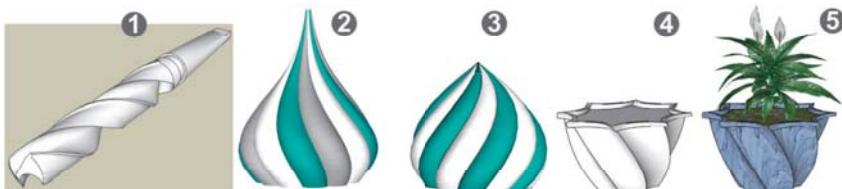

图 1.4.10 扭曲成形
扭曲也是 SketchUp 中一种常用的造型方法，通常用 SketchUp 的旋转工具或相关插件来配合完成。图 1.4.10 ①所示为用扭曲方法创建的麻花钻，图 1.4.10 ②和③所示为用扭曲方法创建的教堂尖顶，图 1.4.10 ④和⑤所示为用扭曲方法创建的花盆。